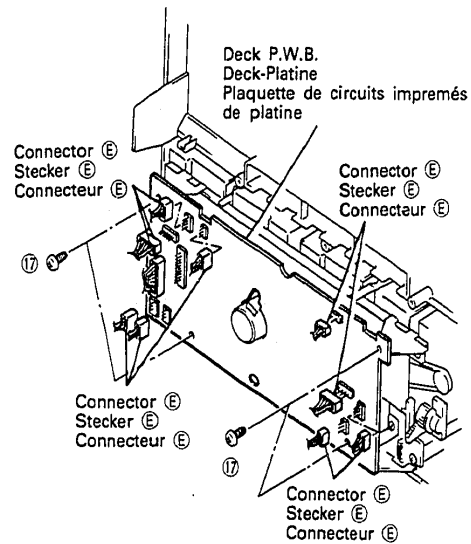

Fig. 14 Abb. 14
16. **Deck-Platine (Abb. 14)**
**16. Plaquette de circuits imprimés de platine (Fig. 14)**